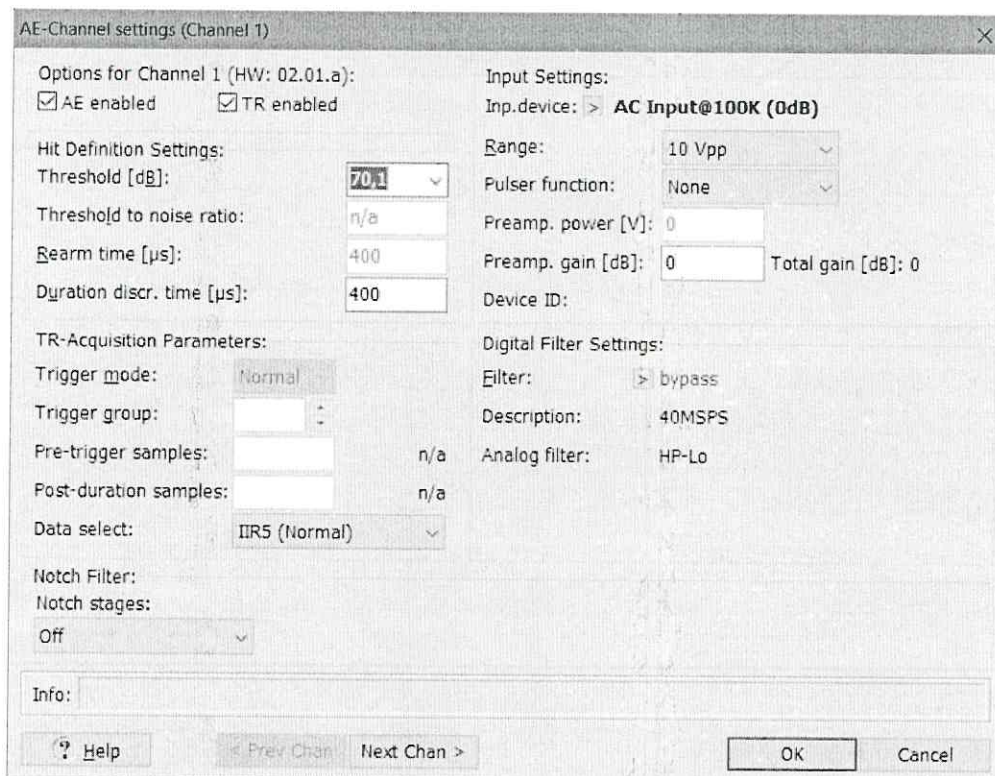

Рисунок 8 – Диалоговое окно «AE-Channel settings»
8.4.2.2 В окне «Acquisition Setup» в меню «Step 2:» указать имя файла «test2» для сохранения настроек акустико-эмиссионной системы; в меню «Step 3:» «Acquisition Parameter Setup» (рисунок 8) для всех каналов установить следующие значения параметров:
8.4.2.13 В окне «Acquisition Setup» в меню «Step 3:» «Acquisition Parameter Setup» (рисунок 8) для всех каналов установить следующие значения параметров: